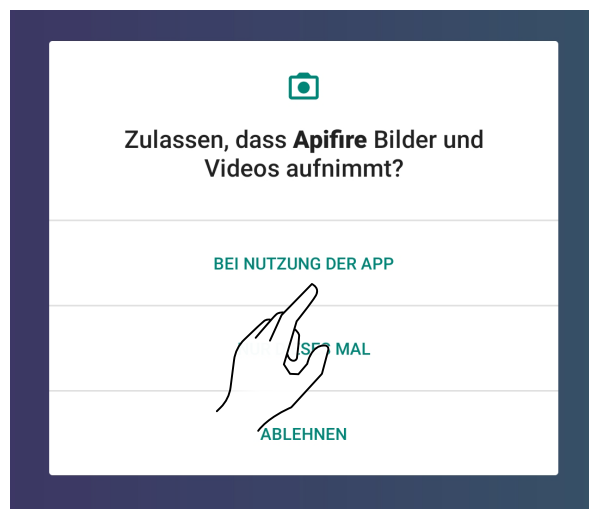

Abb. 8.1
- Ob der QR-Code korrekt eingescannt wurde. Ob ApiFire die Erlaubnis für die Verwendung der Kamera erteilt wurde. Ist dies nicht der Fall, bleibt der gescannte Bereich komplett schwarz, somit die Erlaubnis wie in Abb. 8.1 und 8.2 gezeigt ändern oder manuell den 16-stelligen Code eingeben